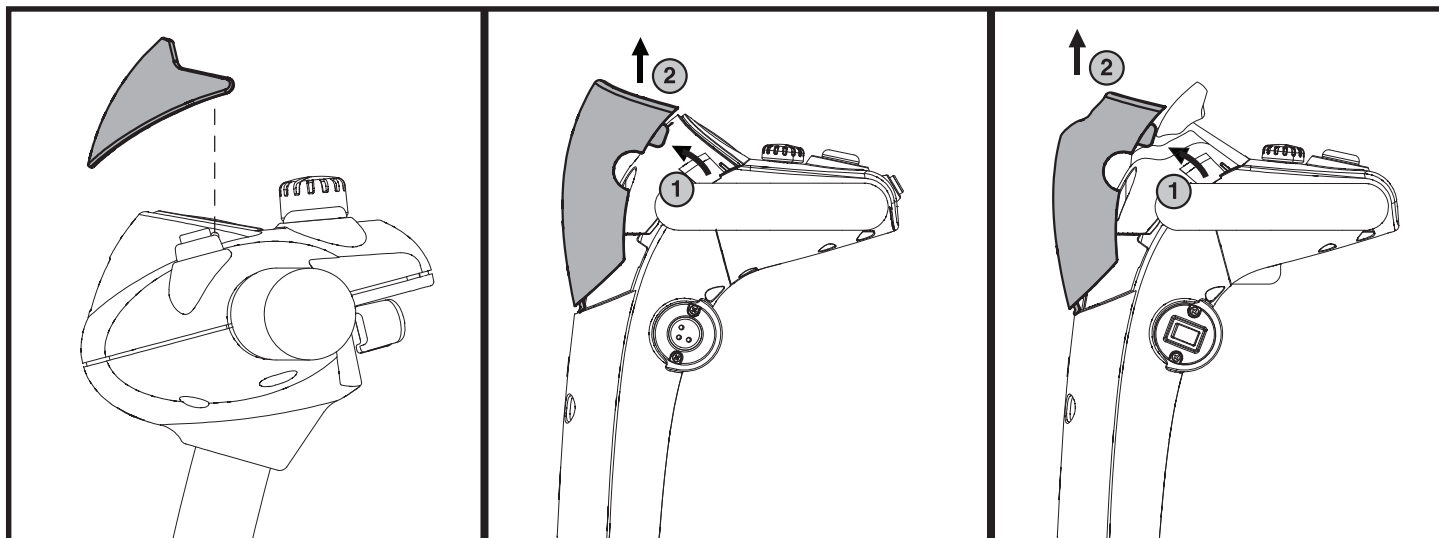

Figure 9. Visière de la console
1. Tirez doucement sur la visière vers l'arrière du Travel Scooter pour le détacher de la fixation velcro et le retirer de la console. **Voir la figure 9.**